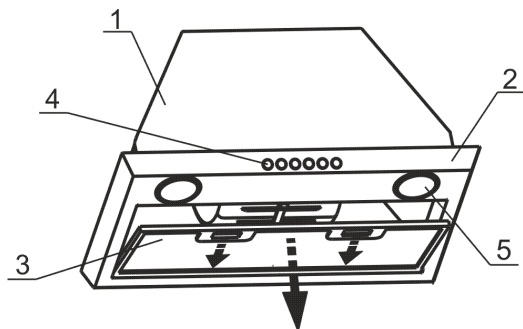

рис. 3
8.3 Для очистки алюминиевого фильтра извлеките его из вытяжки (рис.3) и произведите его очистку с помощью щетки горячим водным раствором моющего средства вручную или в посудомоечной машине при (60°C). Старайтесь не сгибать фильтры при мойке. Возможное изменение цвета фильтра, с течением времени, не приводит к снижению эффективности его действия.
- Снимите алюминиевый фильтр блока, для этого нажмите на пружинные замки на фильтре и потяните его вниз и на себя (рис. 3).
- снимите алюминиевый фильтр (рис. 3);